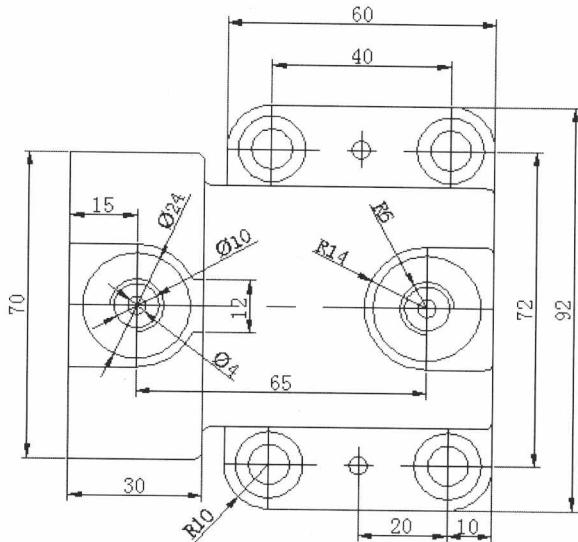

图 1-30 标注效果
**STEP 10** 标注效果。将图形进行尺寸标注，如图 1-30 所示。